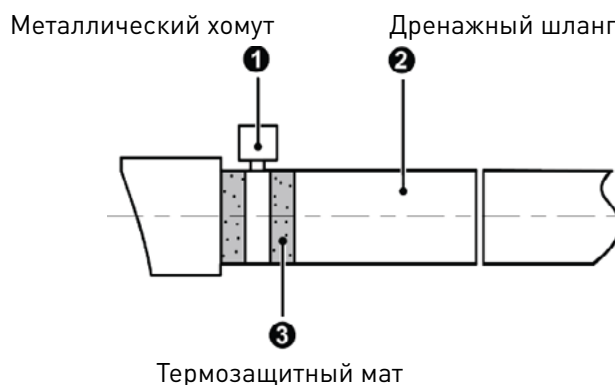

Рис. 4.3.2
- (1) Вставьте дренажный шланг в отверстие и затяните его лентой, см. рис. 4.3.2. Модель с водяным насосом оснащается дренажным шлангом. Для других моделей дренажный шланг предоставляется пользователем.
- (2) Затяните хомут; расстояние между гайкой и шлангом не должно превышать 4 мм.